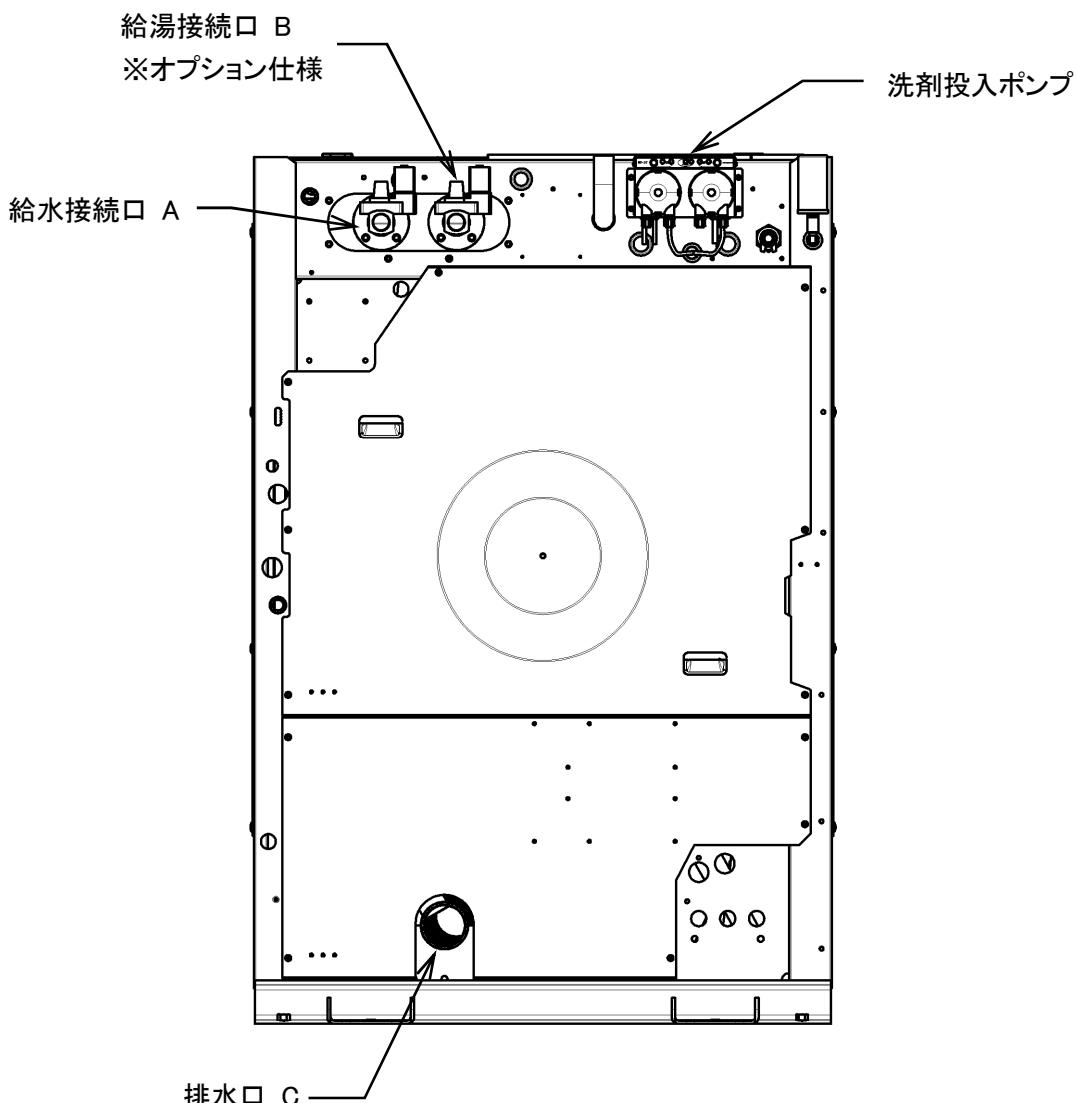

図5-1
- 本機械は洗剤・助剤投入ポンプを標準装備しています。(図5-1)